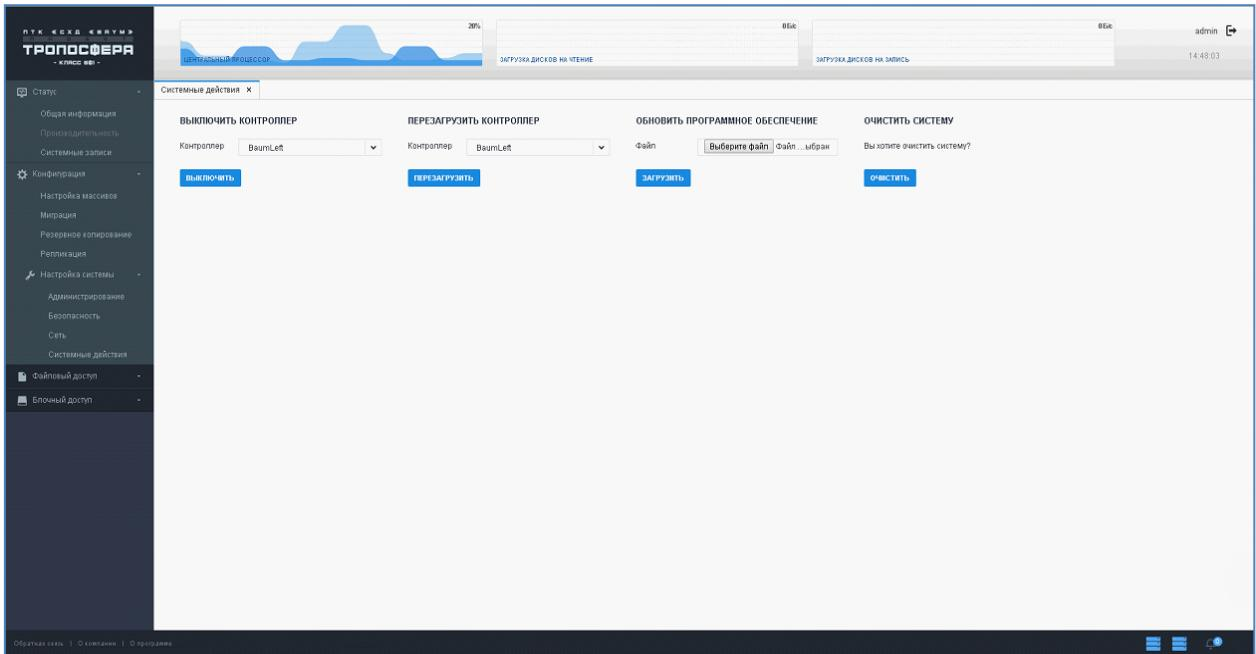

Рисунок 93 - Системные действия
- 2) В основной области интерфейса справа нажать на кнопку «Очистить» (см. Рисунок 93).